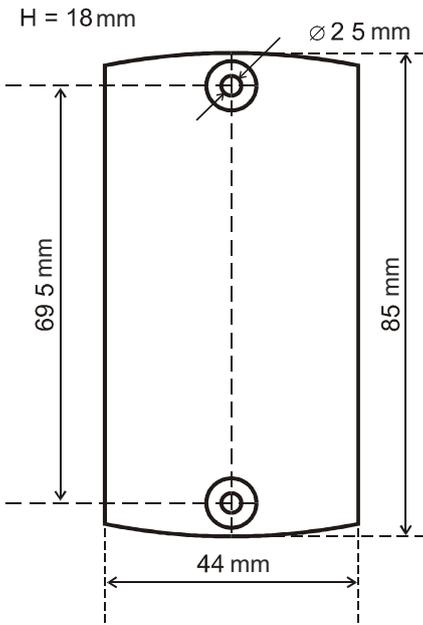

Figura 1.
1. Marque y taladre los orificios de montaje del mismo tamaño que los orificios en la carcasa del lector (figura 1).